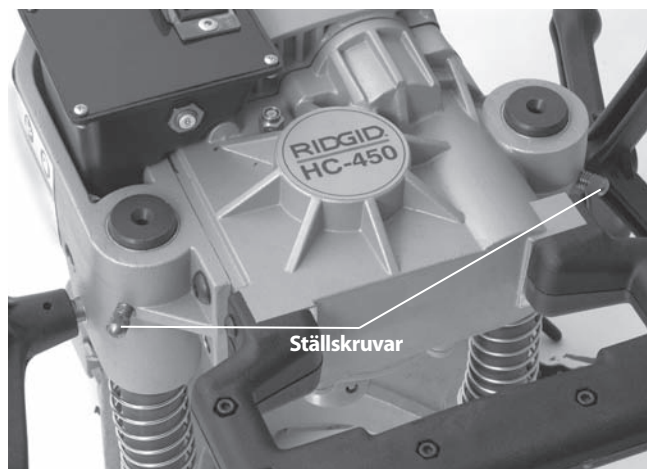

Figur 12 – Byte av kolborstar – Motorkåpan avtagen
2. Använd en tång och dra motorns kolborstar rakt ut. Lossa kontakten. (Se figur 12.)